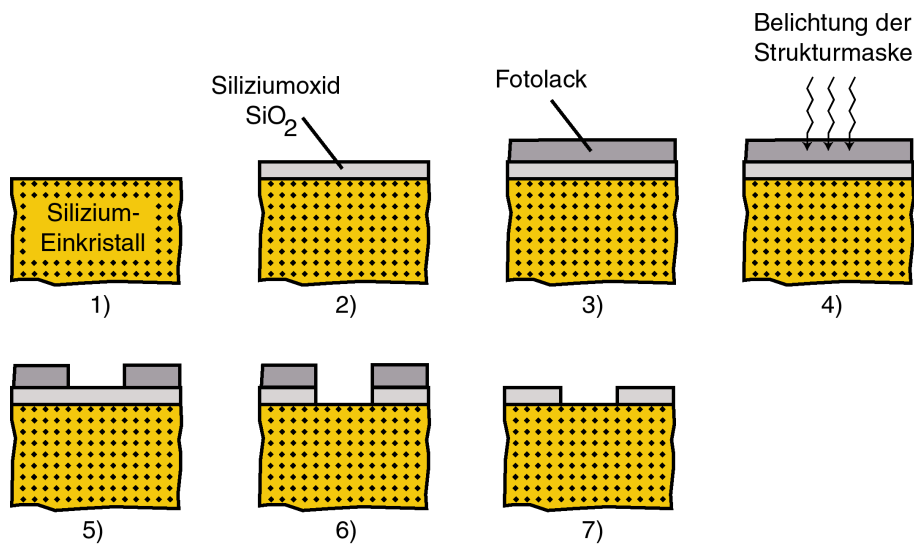

Abbildung 1.3: Fotolithografische Erzeugung einer Siliziumdioxid-Maske mit Öffnungen.
Für die Erzeugung der Öffnungen in der Oxidschicht wird eine Maske aus Lack benutzt, die mit Hilfe der *Fotolithografie*, erstellt wird, wie in Abb. 1.3 gezeigt ist.¹ Nachdem der Siliziumkristall (1) mit Siliziumdioxid überzogen ist (2) wird *Fotolack* auf das Oxid aufgetragen (3). Man gibt den Fotolack in die Mitte des rotierenden Wafers und die Zentrifugalkraft verteilt ihn nach außen. Ein Positiv-Fotolack löst sich bei der Entwicklung an den belichteten Stellen auf, ein Negativ-Fotolack an den unbelichteten. Fotolacke haben eine gewisse Beständigkeit gegenüber ätzenden Lösungsmitteln und heißen deshalb auch *Fotoresist*. Nun wird die Strukturmaske auf den Fotolack optisch abgebildet (4). Das bevorzugte Verfahren dazu ist heute das Step-and-Repeat-Verfahren, bei dem die hochwertige Projektionsoptik eines sog. Wafer-